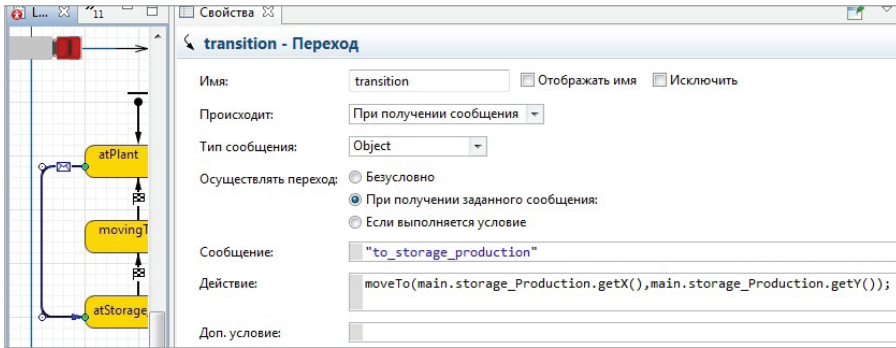

Рис. 6.40. Изменение перехода из состояния **atPlant** в состояние **atStorage_production** в агенте **Lorry**
- в переходе из состояния **atPlant** в состояние **atStorage_production**, как на рис. 6.40;